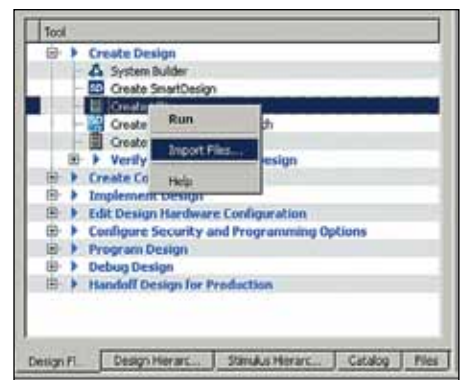

Рис. 14. Добавление в проект файлов на языке описания аппаратуры
- в ветви Create Design щелкнуть правой кнопкой мыши по строке Create HDL и выбрать из выпавшего меню пункт **Import Files...** (рис. 14);